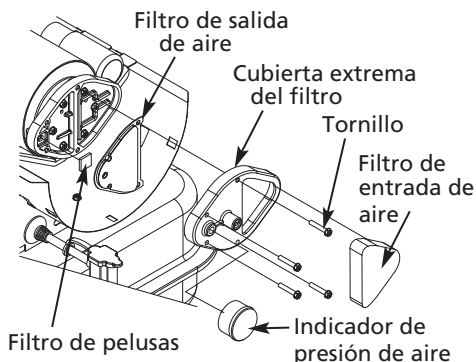

Figura 14 – Conjunto del Filtro
- Desmonte la coraza superior y la cubierta del ventilador (consulte la sección Filtro de entrada de aire y la Figura 14).
- Gire el adaptador de boquilla 1/9 de giro (40°) en dirección contraria a las manecillas del reloj y jale hacia el motor para retirar. (Consulte la figura 14)